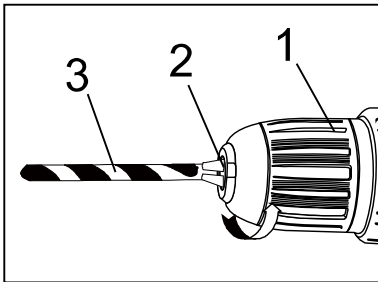

Рис.9
Поверніть гільзу патрона (1) в напрямі за годинниковою стрілкою, поки губки патрона (2) не зійдуться рівномірно і оснащення не буде надійно затиснене (Рис. 9).